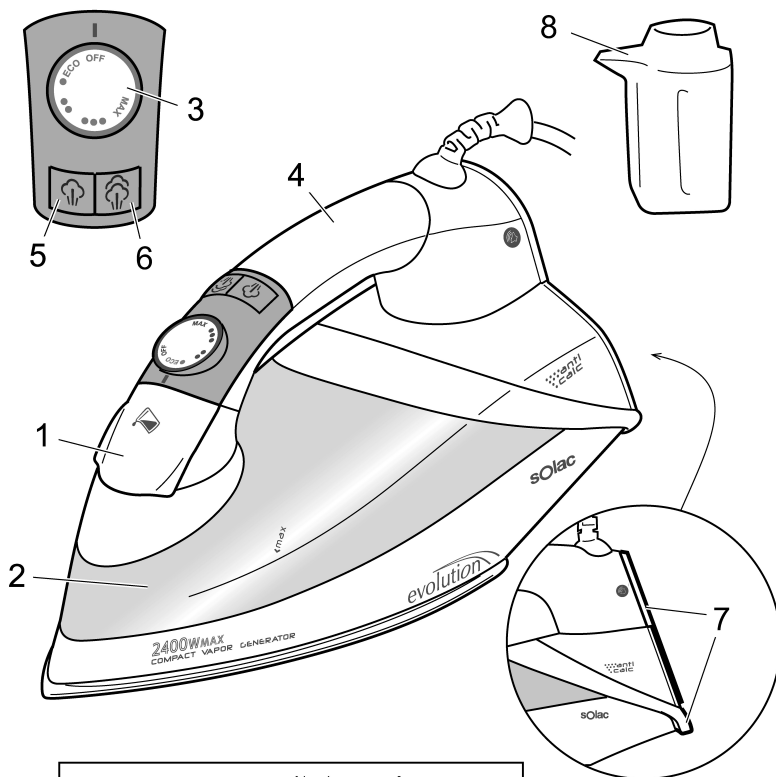

Fig. 1
- Con su CVG desconectado de la red eléctrica, abra la tapa del orificio de llenado (1) girándola hacia arriba (fig 1).